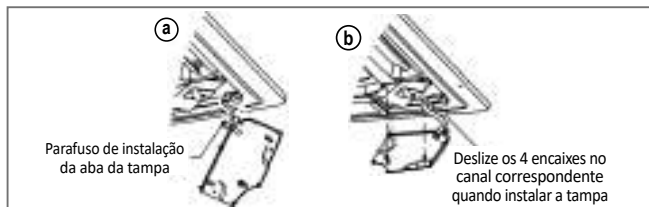

FIG. 31
- Aperte os parafusos do cabo da tampa de instalação (Fig. 31 - Detalhe a).
- Pressione levemente a tampa para a instalação do painel (Fig. 31 - Detalhe b).